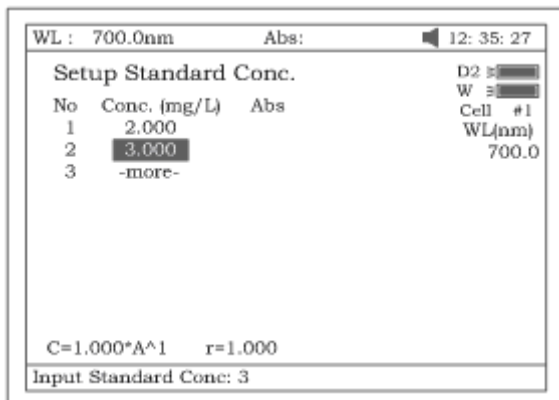

Рис. 31.
- Аналогично введите концентрации всех стандартных образцов в последующие строки. Для изменения введенных данных пользуйтесь клавишами **[Л]**, **[V]**, **[ОЧИСТИТЬ]** (рис.31).